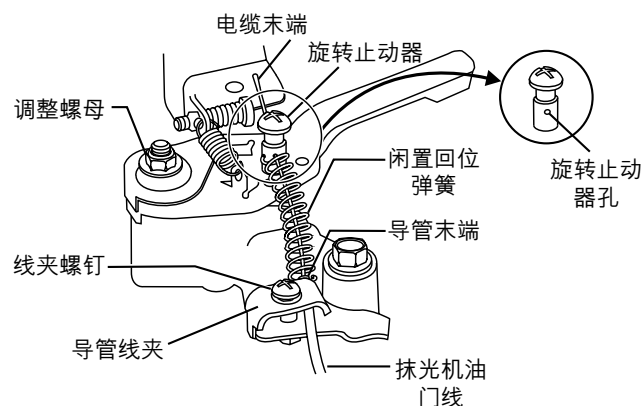

图6. 油门线安装(发动机)
3. 将抹光机油门线和发动机节流阀相连(图6)。在抹光机上应装有一根线，说明布油门线的走线。